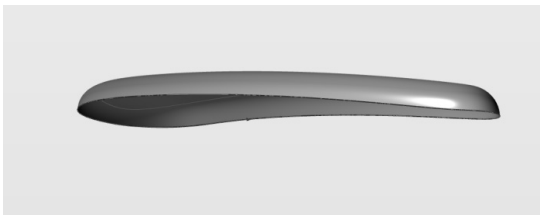

图 4-130 修剪“垂直于曲面”获得结果
3) 在控制面板中, 选中“修剪方向”参数下的“垂直于曲面”单选按钮, 获得正确的修剪结果, 如图4-130所示。